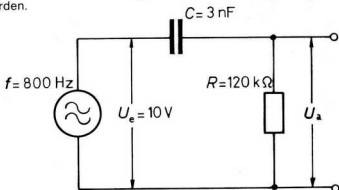

Bild 184
f) In der Schaltung nach Bild 184 soll die Spannung über dem Widerstand errechnet werden. Die Rechnung soll mit Hilfe des Zeigerdiagrammes überprüft werden.